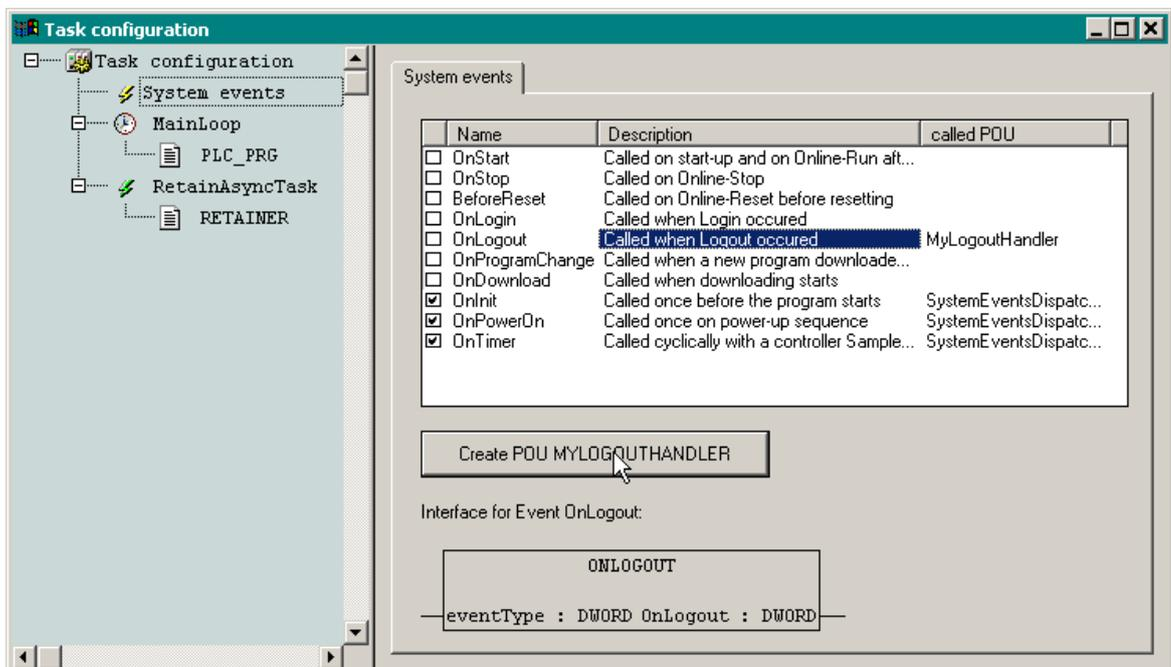

Рис. 22. Добавление обработчика системного события
1. Откройте окно ресурса **Tasks Configuration** и щелкните на элементе древовидного списка *System events*. В правой панели окна появится вкладка **System events**, показанная на рис. 22.
2. Дважды щелкните в ячейке таблицы *called POU* напротив названия системного события, для которого необходимо установить функцию-обработчик, и введите имя существующей функции (осторожно! у функции должен быть один входной параметр типа DWORD и возвращаемый результат типа DWORD и никаких внутренних переменных!) либо функции, которую собираетесь добавить сейчас же, после чего щелкните мышью на ячейке, расположенной слева от имени создаваемой функции, как показано на рис. 22.